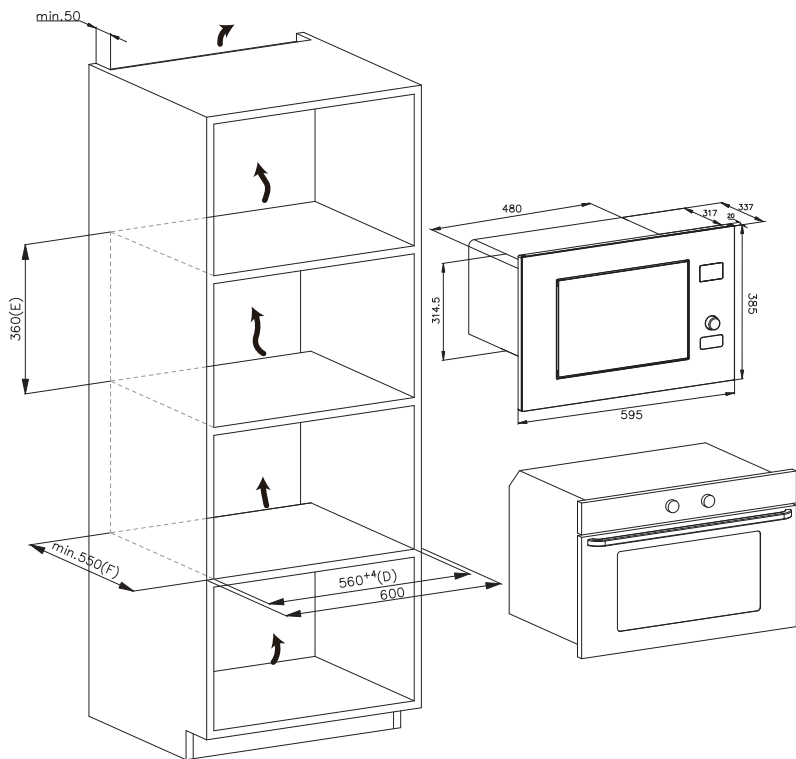

Rys. 4
d) Użyj śrub z opakowania, aby zamocować kuchenkę mikrofalową w szafce. (Rys. 4)